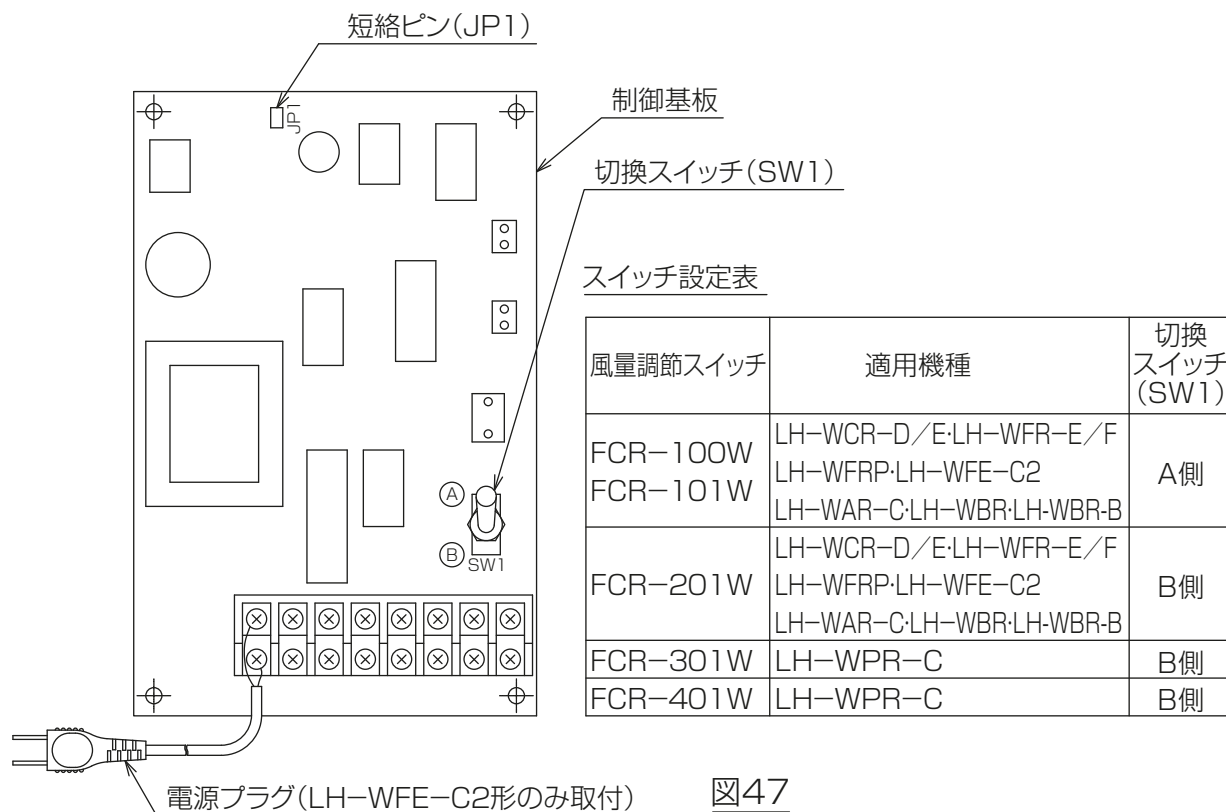

図47
- (3) LH-WFR-E/F形・LH-WFRP形・LH-WFE-C2形・LH-WBR-B形に取付ける場合、品番①ドレンアップメカの制御箱内にある制御基板に実装されている短絡ピン(JP1)を取外してください。[図47]
- (4) LH-WFE-C2形に取付ける場合、FCU本体から取外した電源プラグを端子台0-1に接続してください。[図47]
- (5) 使用する風量調節スイッチ(弊社別売品)に応じて、品番①ドレンアップメカの制御箱内にある制御基板に実装されている切換スイッチ(SW1)の設定を行ってください。[図47]